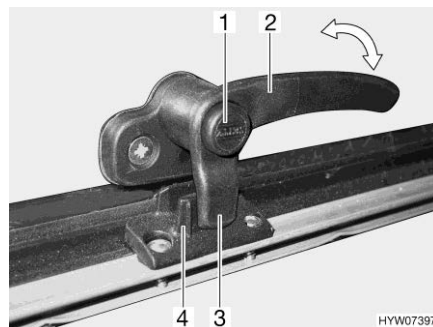
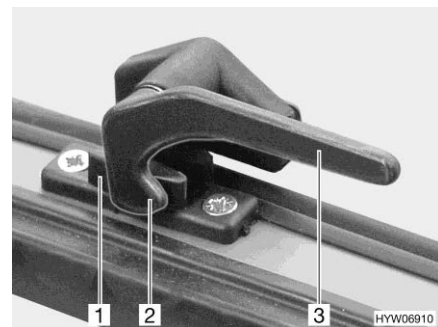

Fig. 109 Leva di serraggio con bottone di sicurezza in posizione "Chiuso"
Fig. 110 Leva di serraggio in posizione "Chiuso"
- Se presente, premere e tenere premuto il bottone di sicurezza (Fig. 109,1).
- Ruotare la leva di serraggio (Fig. 109,2 o Fig. 110,3) di un quarto di giro verso il centro della finestra.
- Ruotare la leva di serraggio (Fig. 109,2 o Fig. 110,3) di un quarto di giro verso il telaio della finestra.
- Il nasello di chiusura (Fig. 109,3 o Fig. 110,2) della leva di serraggio si trova completamente sul lato interno della chiusura della finestra (Fig. 109,4 o Fig. 110,1).
- In posizione "Completamente chiusa" (Fig. 109 e Fig. 110)